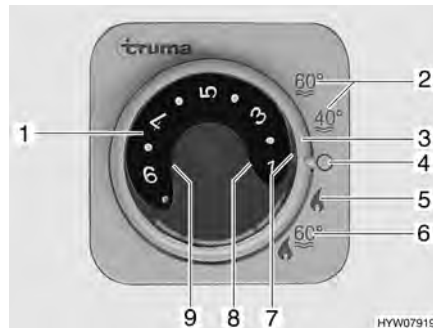

Fig. 135 Unité de commande pour chauffage/chauffe-eau
- Régler le mode de régime à l'aide de l'interrupteur tournant (Fig. 135,3).
Le chauffage règle le degré d'allumage automatiquement en fonction de la température ambiante requise. Une fois que la température ambiante désirée est atteinte, le brûleur s'éteint. En mode "Chauffage et chauffe-eau" (Fig. 135,6) l'eau est également chauffée dans le chauffe-eau. Il est possible de faire fonctionner le chauffage en mode "Chauffage sans chauffe-eau" (Fig. 135,5) et le chauffe-eau vide.
- Régler le bouton tournant de température (Fig. 135,1) de l'unité de commande sur la température de chauffage désirée.
- Régler l'interrupteur tournant (Fig. 135,3) en régime hiver "Chauffage sans chauffe-eau" (Fig. 135,5) ou en régime hiver "Chauffage et chauffe-eau" (Fig. 135,6).
Le voyant de contrôle vert (Fig. 135,7) s'allume.
- Régler l'interrupteur tournant (Fig. 135,3) sur "O" (Fig. 135,4).
La combinaison régime au gaz et régime électrique 230 V permet de raccourcir la période de chauffage (uniquement possible lorsque le chauffage sur l'unité de commande (Fig. 135) est réglé sur régime hiver).